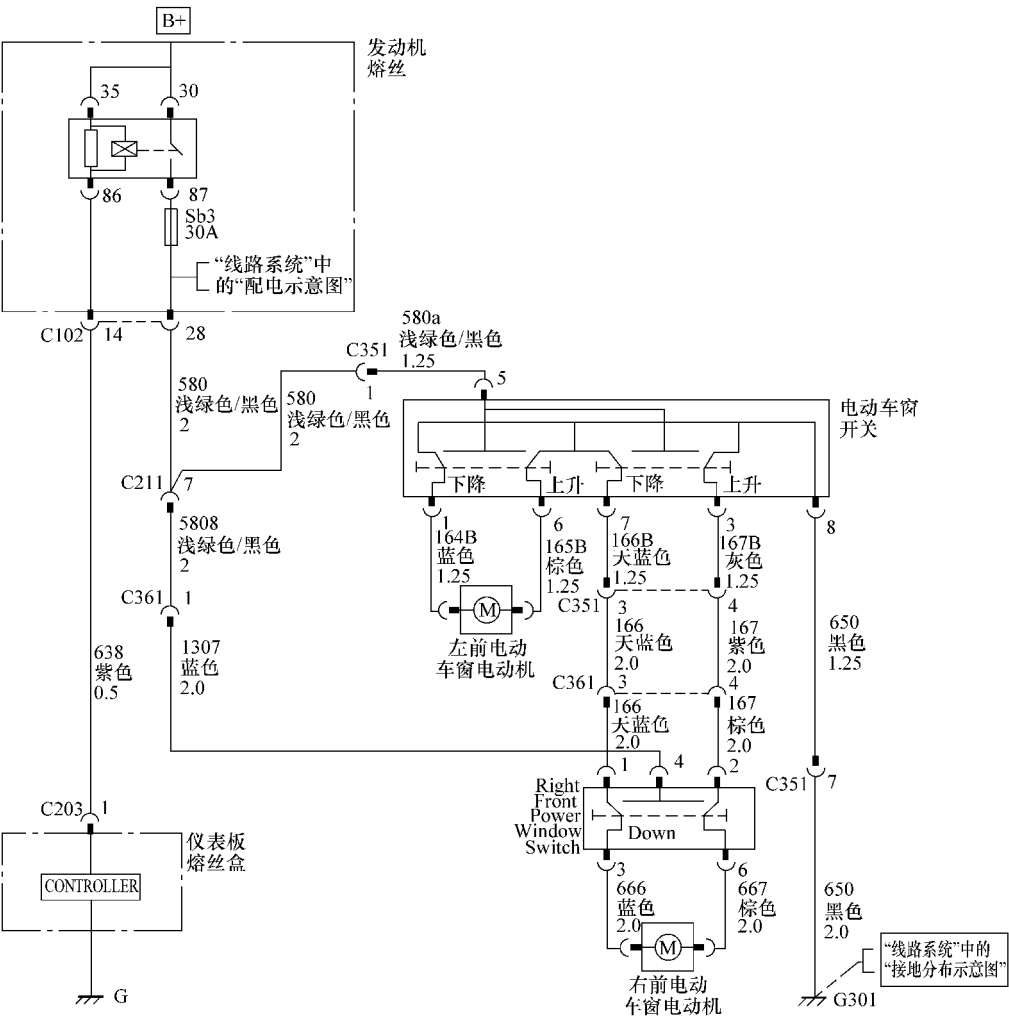
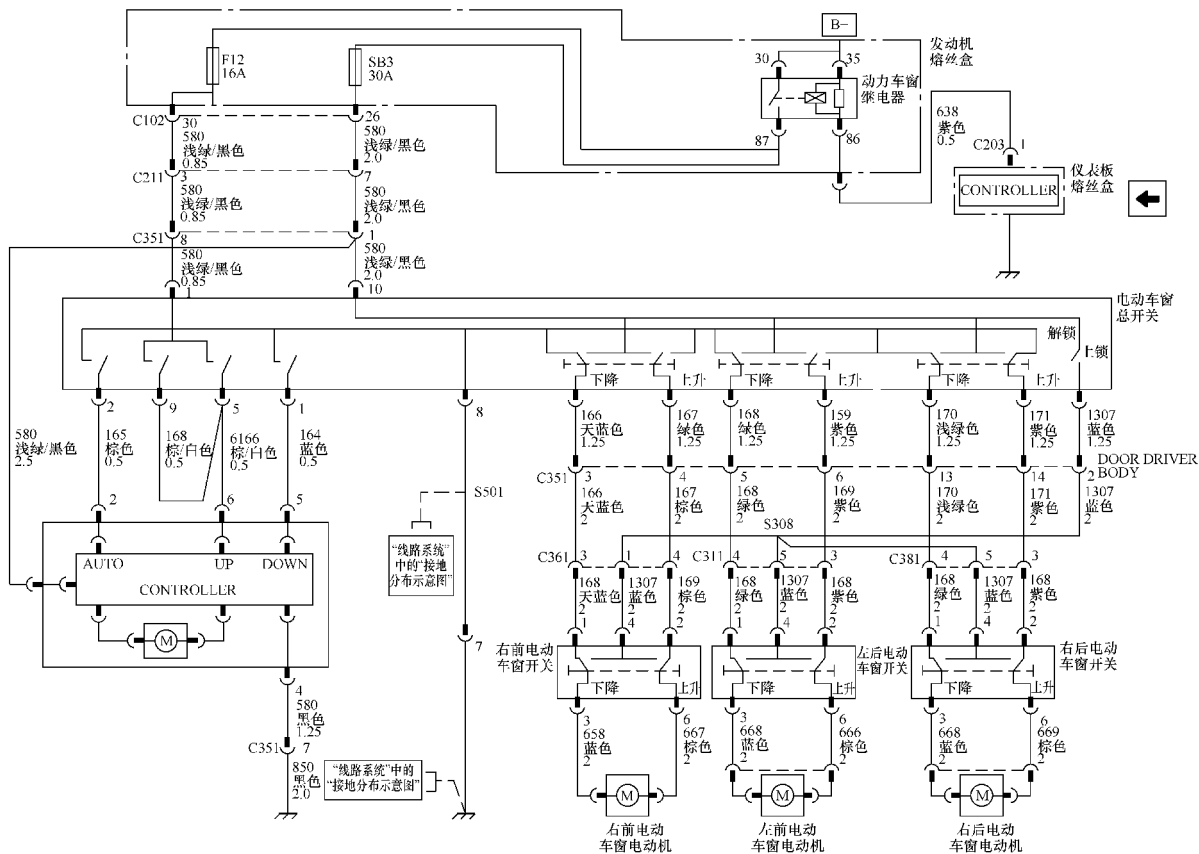

图 4-11 雪佛兰乐风汽车电动车窗参考电路（一）
图 4-13 雪佛兰乐风汽车电动车窗参考电路（三）
9. 雪佛兰乐风汽车电动车窗参考电路（见图 4-11 ~ 图 4-13）